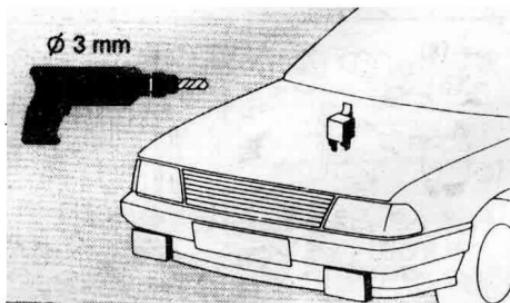

图 1-4
3. 打开发动机室盖在前挡风玻璃下方的隔热板上，找一适当位置。使用 $\phi 3\text{mm}$ 的钻头钻一小孔以利安装继电器，如图 1-4 所示。有些车本身就已预留螺丝孔即可利用。